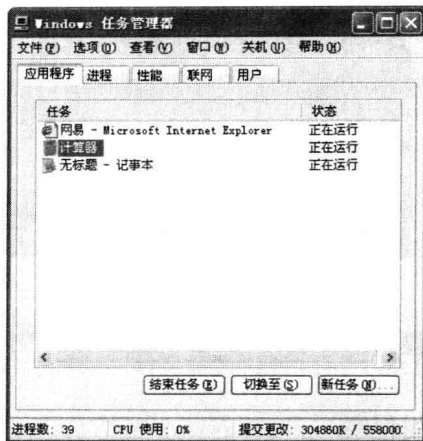

图 1-6 “Windows 任务管理器”
- (1) “Windows 任务管理器”的基本操作步骤如下：
- 用右击任务栏的空白处，在弹出的快捷菜单中单击“任务管理器”命令，打开“Windows 任务管理器”窗口，如图 1-6 所示。